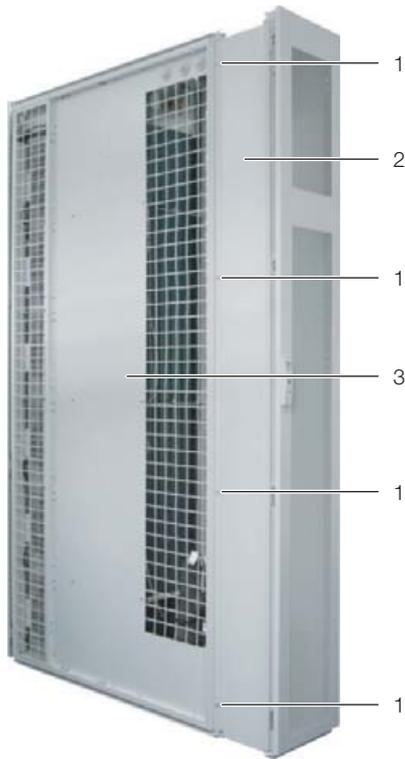

Abb. 26: Adapter am LCP Inline
- Adapter (Abb. 26, Pos. 2) an der rückseitigen Öffnung des LCP Inline mit jeweils vier der beigelegten Schrauben (Abb. 26, Pos. 1) links und rechts befestigen.